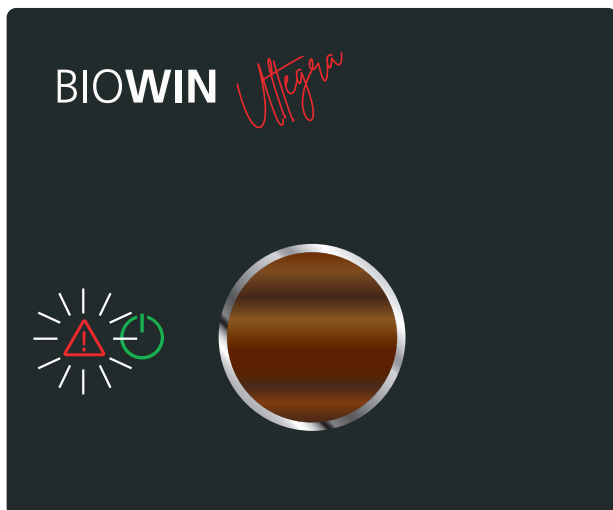

Fig. 6
- ▶ Wenn die Störung behoben ist, kann die Meldung durch Drehen des myMagic Button zuerst auf Symbol AUS , Symbol AUS  leuchtet grün, das Symbol  blinkt bzw. leuchtet in weiß, gelb oder rot – Fig. 6.